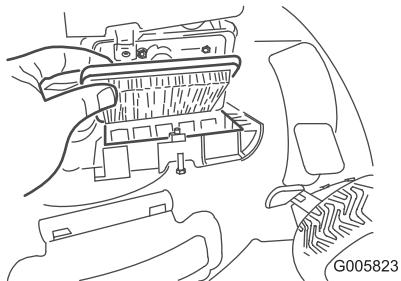

Figure 20
- Remplacez le filtre à air (Figure 20).